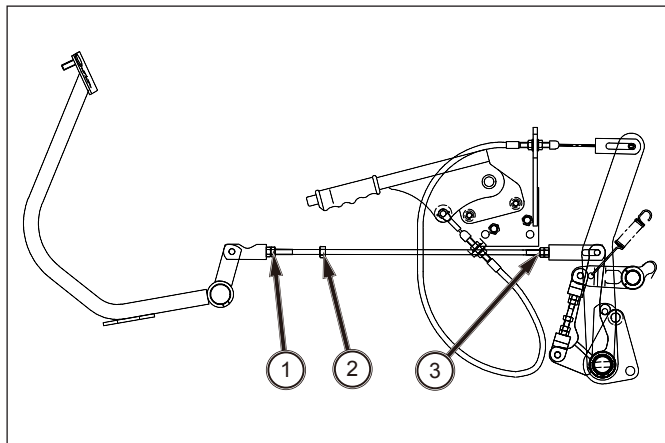

ABB. 152 (Mechanisches Getriebe)
ABB. 152: Die Sicherungsmutter (1) (Rechtsgewinde) und die Sicherungsmutter (2) (Linksgewinde) lösen. Bremsgestänge mit der Schweißmutter (3) einstellen, bis das Spiel für das entsprechende Bremspedal stimmt. Diese Schritte für das andere Pedal wiederholen, bis beide Pedale das gleiche Spiel haben. Sicherungsmuttern gegen die Gelenkgabel festziehen.